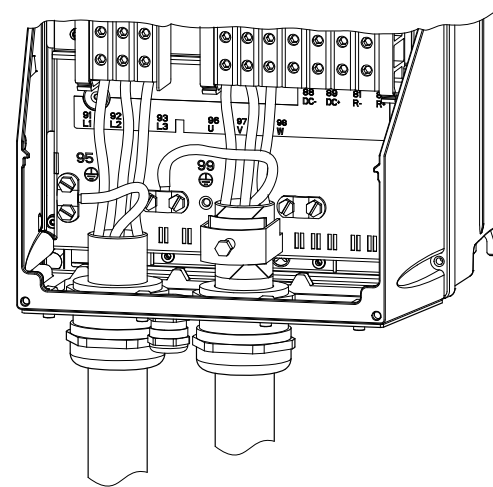

Fig. 27 Conexiones de red y del motor (carcasas C1 y C2)
1. Conecte el conductor de aterrizaje a la terminal 95 (PE). Consulte la fig. 27.
1. Conecte el conductor de aterrizaje a la terminal 99 (PE). Consulte la fig. 27.
2. Conecte los conductores del motor a las terminales 96 (U), 97 (V) y 98 (W).